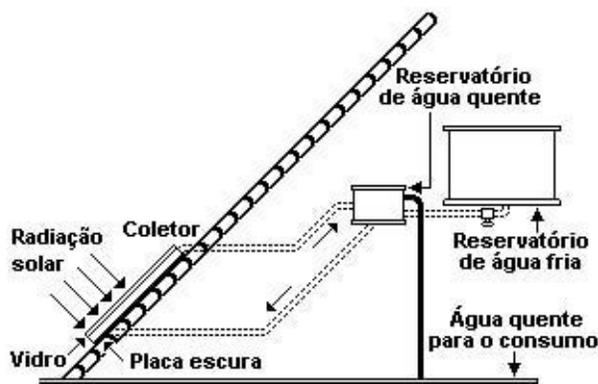

Figura 4.12: Coletor solar (Adaptado de PALZ, Wolfgang, "Energia solar e fontes alternativas". Hemus, 1981.)
4. (Enem) O resultado da conversão direta de energia solar é uma das várias formas de energia alternativa de que se dispõe. O aquecimento solar é obtido por uma placa escura coberta por vidro, pela qual passa um tubo contendo água. A água circula, conforme mostra a figura 4.12.